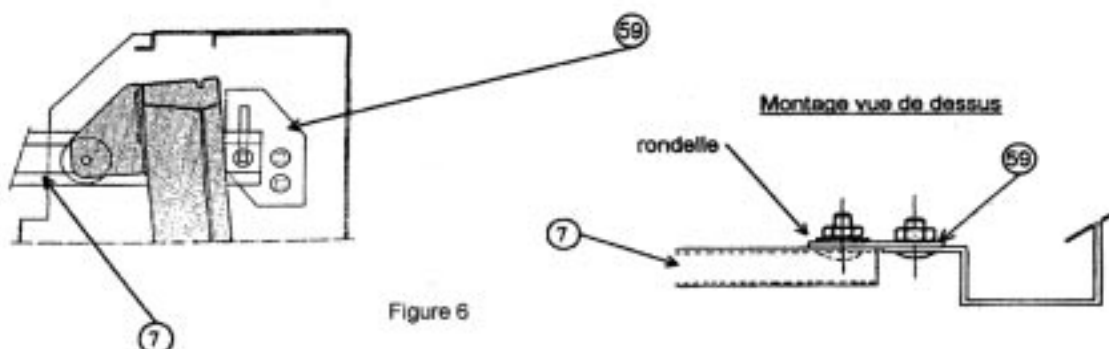

Figure 6
- 10 - FIXER le rail (7) dans la lumière de la plaquette (59) à l'aide d'une vis TRCC 8 x 20 et d'un écrou NYLSTOP. Insérer une rondelle entre la plaquette et l'écrou. Cet écrou ne doit pas être serré pour que le rail puisse coulisser librement dans la lumière. Figure 6.